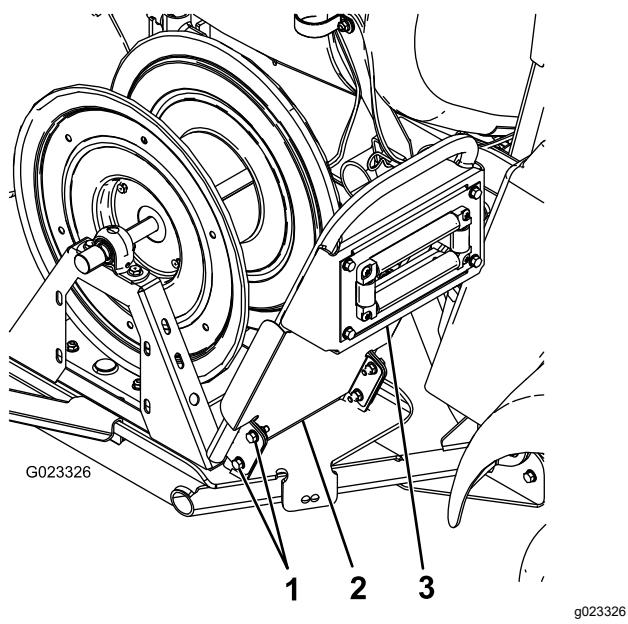

Bild 11
5. Befestigen Sie den Griff mit vier Schrauben (5/16") lose an der Schwenkplatte (Bild 11).
6. Befestigen Sie den Schmutzfänger und Griff mit den in Schritt 5 angebrachten Schrauben und vier Bundmuttern (5/16") an der Schwenkplatte (Bild 11).